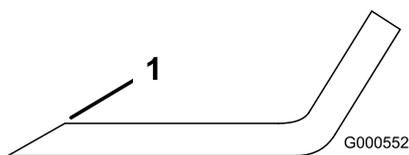

Рисунок 68
1. Заточите напильником режущую кромку на обоих концах ножа (Рисунок 68).
**Примечание:** Если нож не сбалансирован, удалите некоторое количество металла только с конца области загиба (Рисунок 68).